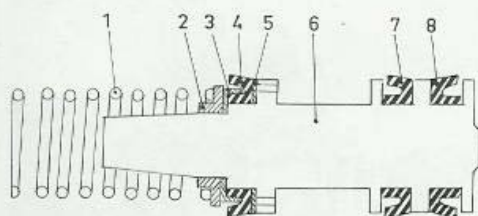

Bild 57. Sekundärkolv
1. Montera på sekundärkolven den tunna brickan (5 bild 57), packningen (4) och stödringen (3). Hur detaljerna skall vändas framgår av bilden.